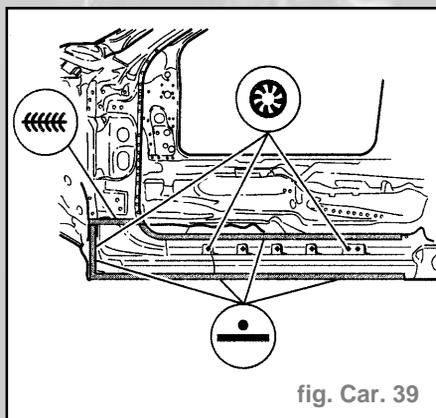

fig. Car. 39
- Soudier le bas de caisse par bouchonnage sous gaz de protection (fig. Car. 39).